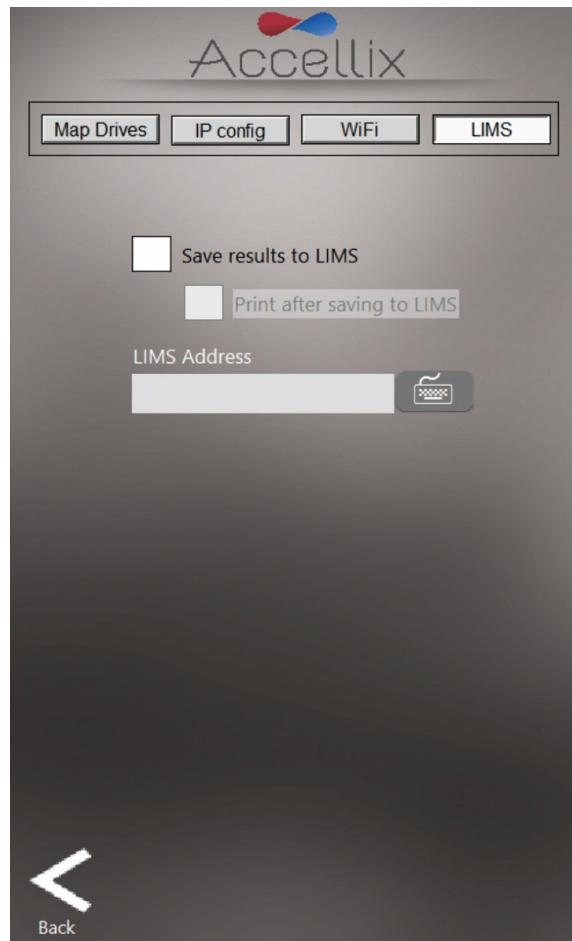

图27: 网络屏幕: LIMS 选项卡
4. 要配置系统以将数据保存到 LIMS 系统, 请选择 LIMS 选项卡 (图 27)。要使系统能够将数据保存到 LIMS 系统: